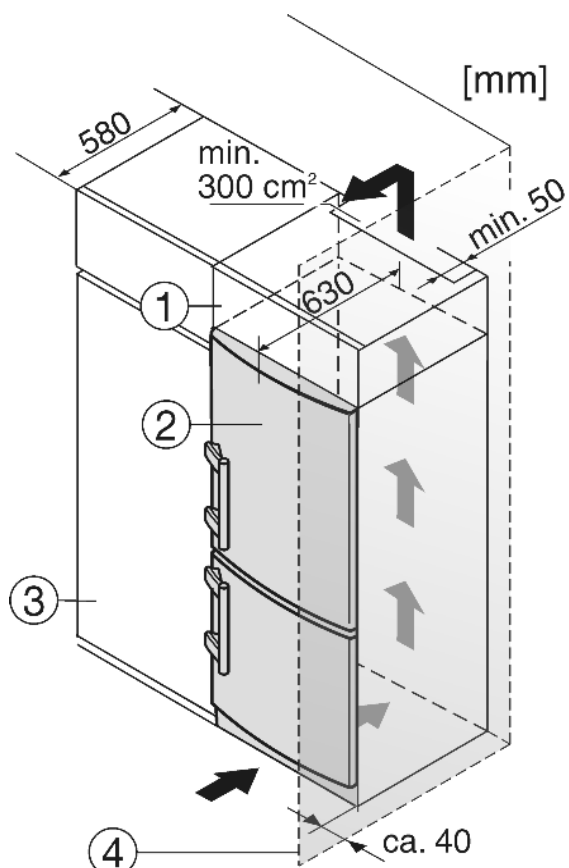

Fig. 11
- (1) Дополнительный шкафчик (3) Кухонный шкаф
(2) Устройство (4) Стенка
Устройство может быть окружено предметами кухонной обстановки. Чтобы уравнять устройство Fig. 11 (2) по высоте с кухонной стенкой, можно установить над устройством соответствующий дополнительный шкафчик Fig. 11 (1).
При комбинировании с обычными кухонными шкафами (глубина макс. 580 мм) устройство можно установить непосредственно рядом с кухонным шкафом Fig. 11 (3). Дверь устройства выступает по сторонам на 34 мм и по центру устройства на 50 мм относительно передней стенки кухонного шкафа. Поэтому ее можно свободно открывать и закрывать.
Если устройство установлено на шарнирах у стены Fig. 11 (4), то расстояние между устройством и стеной должно быть не менее 40 мм. Настолько выступает ручка при открытой дверце.